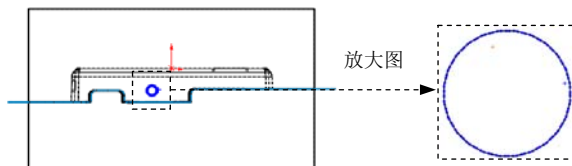

图 10.7.11 草图 1
Step3. 绘制草图。绘制图 10.7.11 所示的草图 1（使用“转换实体引用”命令）。